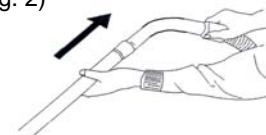

Fig. 2
2. Insérez le tuyau d'extension supérieur dans le tube courbé/extension de tuyau. L'extension de tuyau supérieur est celle qui est attachée au chariot d'accessoires. Ensuite, insérez l'extension de tuyau inférieur dans l'extension du tube supérieur. (Fig. 2)